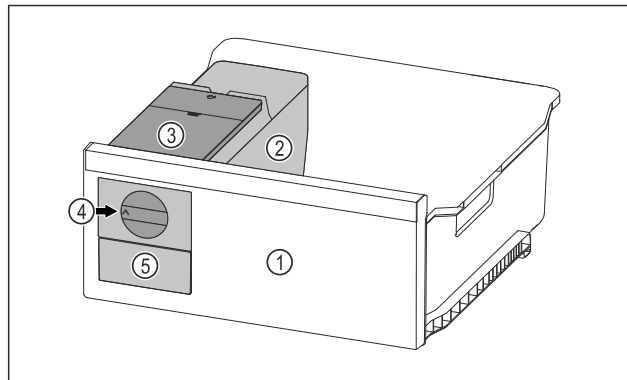

Fig. 66 Ілюстративне зображення
- ▶ Повертну ручку Fig. 66 (4) повернути за годинниковою стрілкою до упору.
- ▷ Кубики льоду випадають із ванночки для кубиків льоду у висувний ящик для кубиків льоду Fig. 66 (5). Якщо не всі кубики льоду виймаються з ванночки для кубиків льоду: